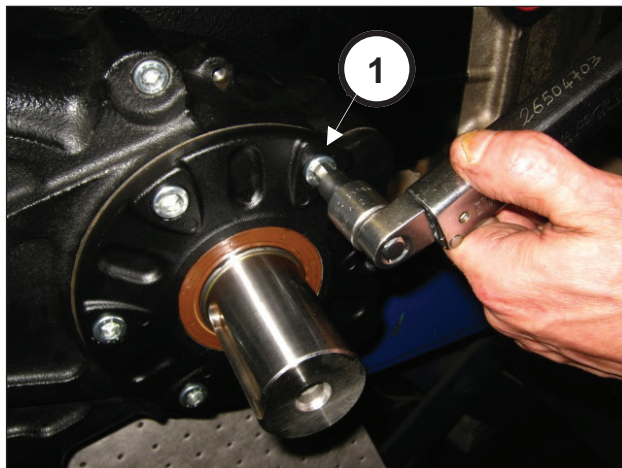

Рис. 88
Закрутите 6 винтов M10x25 (поз. ①, Рис. 88). Откалибруйте винты динамометрическим ключом, как указано в главе 3 МОМЕНТЫ ЗАТЯЖКИ ВИНТОВ.